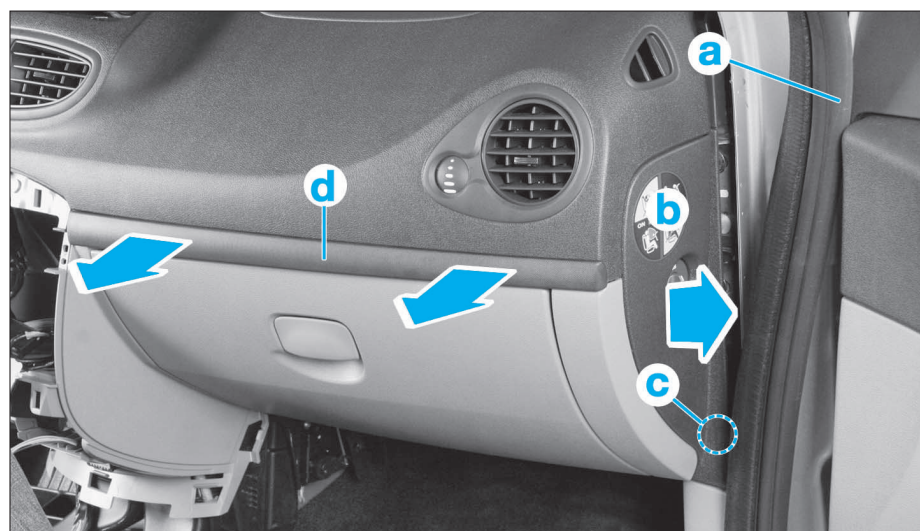

FIG. 54
- déposer partiellement le joint (a) (Fig.54),